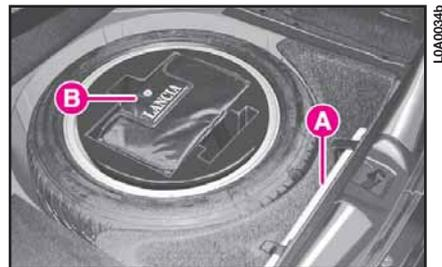

fig. 5
6) Prelevare il triangolo **A** (fig. 5), la borsa attrezzi **B**.